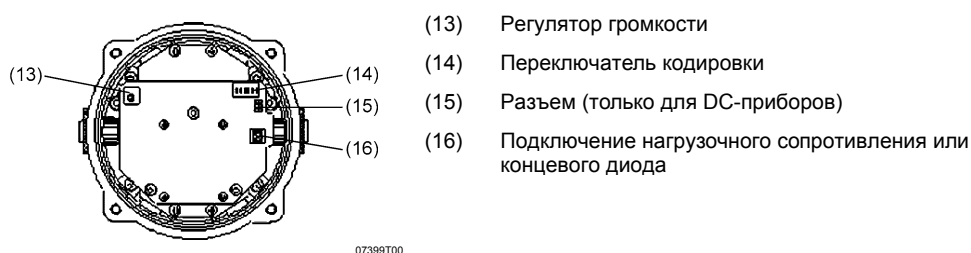
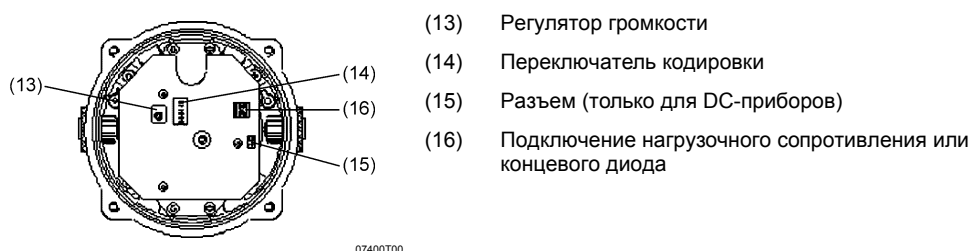

Рис. 5: Плата во взрывонепроницаемой коробке сирены типа 8493/11-21
Рис. 6: Плата во взрывонепроницаемой коробке сирены типа 8493/11-22
Во взрывонепроницаемой коробке (рис. 5 и рис. 6):
Все DC-сирены оснащены диодом для защиты от повреждения при неправильном подключении. Выходной диод или нагрузочное сопротивление может быть проведено через контакты (16) во взрывонепроницаемой коробке (см. рис. 5 и рис. 6). Если используется нагрузочное сопротивление, оно должно иметь минимальное значение 3,3 кΩ и мощность минимум 0,5 Вт или минимальное значение сопротивления 500 Ω и мощность минимум 2 Вт.
Все сирены, за исключением 12 В DC-приборов, оснащены регулятором громкости (13) (см. рис. 5 до рис. 6).